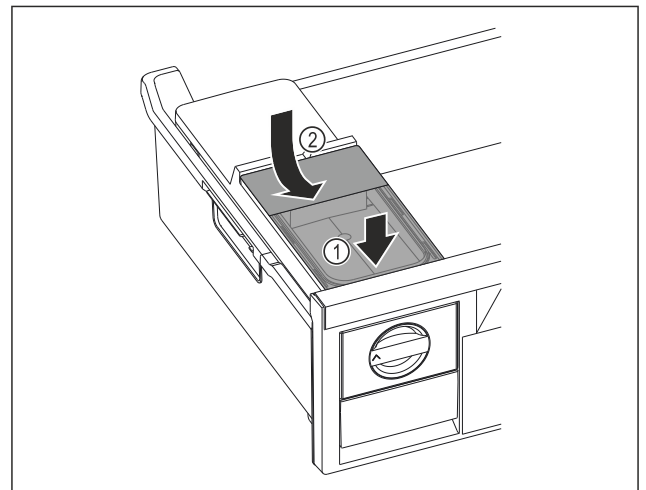

Fig. 101
- ▶ Установите бак для воды спереди. Fig. 101 (1)
- ▶ Опустить бак для воды сзади. *Fig. 101 (2)*